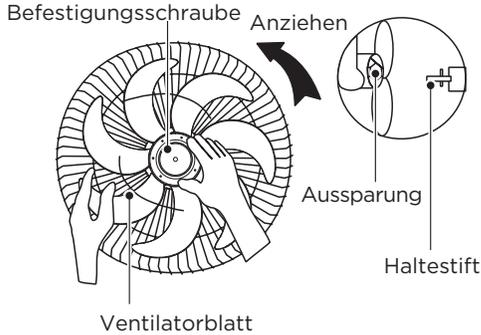

Abb. 6
- 2** Setzen Sie das Ventilatorblatt an der Welle ein und vergewissern Sie sich, dass der Rotorwellenstift in die Rille des Ventilatorblatts eingepasst ist. Drehen Sie die Befestigungsschraube gegen den Uhrzeigersinn, um das Ventilatorblatt festzuziehen. (Abb. 6)